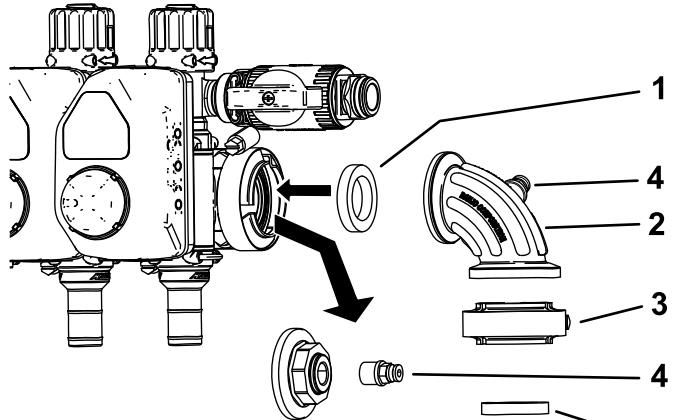

Figura 23
11. Desconecte la tapa y el racor del orificio del manómetro (Figura 23).
12. Instale el conjunto de la válvula de control verticalmente, como se muestra en la Figura 23.
13. Instale el racor en el orificio abierto del acoplamiento de 90 grados (Figura 23).